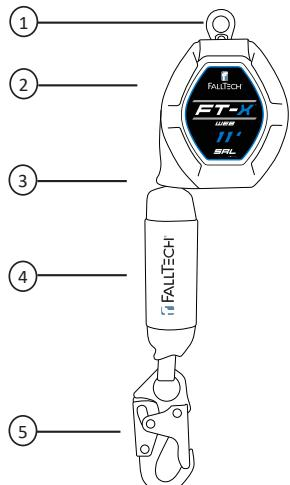

Figura 1: Acerca de 11' FT-XTM Web Class 1 SRL-P
Tal como se muestra en la Figura 1 a continuación, el FT-X Web tiene una carcasa de nailon que contiene una línea de vida sintética enrollada en un tambor tensado por resorte. La cuerda de salvamento FT-X Web está equipada con un amortiguador de energía y un conector de extremo de pata. Cuando el usuario está conectado, la cuerda de salvamento se extiende y se retrae con el movimiento del usuario, manteniendo automáticamente la tensión en la cuerda de salvamento. Si se produce una caída, se activa un sistema de trinquete centrífugo que detiene el reparto de la cuerda de salvamento. Luego, el amortiguador de energía (EA) presente en la línea procederá a desplegarse, desacelerando y deteniendo gradualmente la caída.